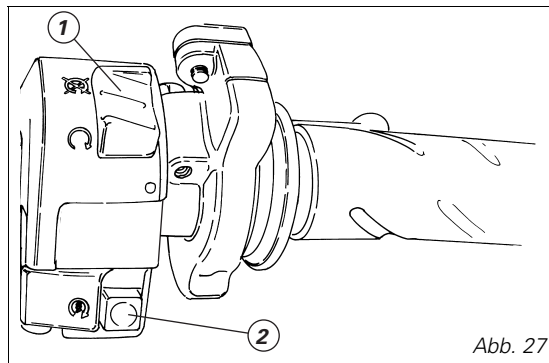

Abb. 27
3) Sich davon überzeugen, dass sich der Stoppschalter (1, Abb. 27) auf  (RUN) befindet, dann die Anlassertaste (2, Abb. 27) drücken.